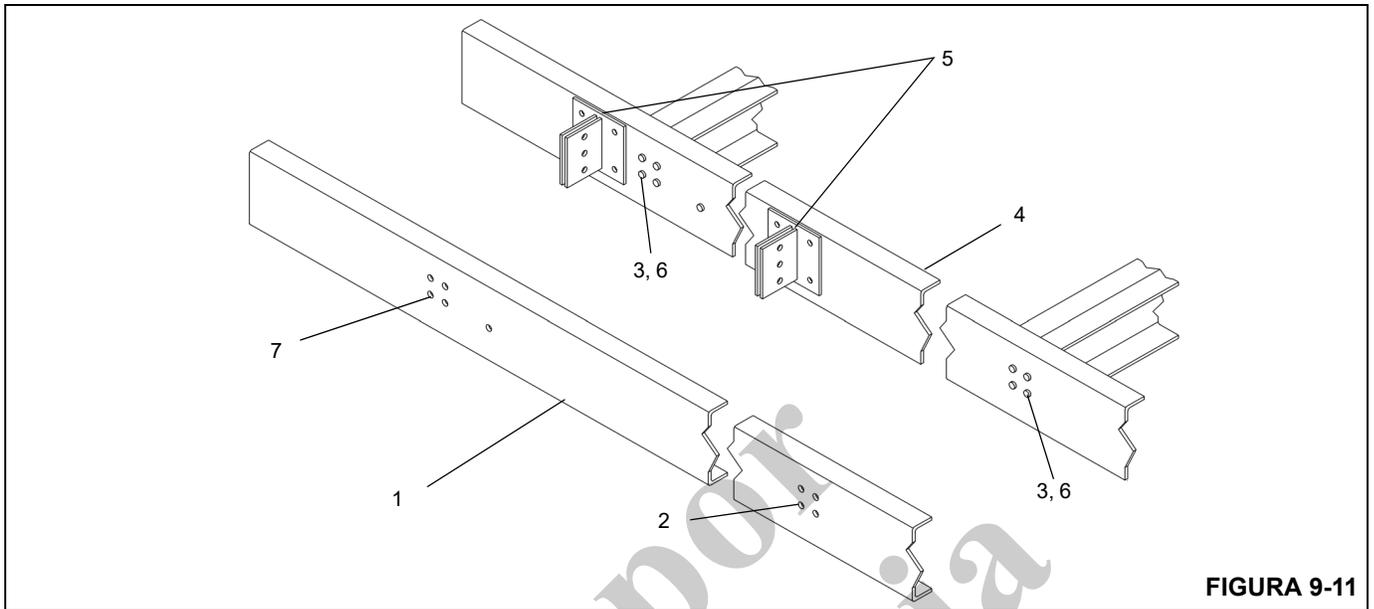

FIGURA 9-11
3. Si se utilizan remaches para asegurar las traviesas del chasis del camión. Coloque el refuerzo (1, Figura 9-11) en el chasis del camión (4) y fíjelo en su lugar con una abrazadera.
Retire el refuerzo (1) y recórtele agujeros para proporcionar espacio para los remaches (3) (Figura 9-11).
4. Si el refuerzo (1, Figura 9-11) se va a soldar al chasis del camión (4), quite los pernos de la traviesa (6).
6. Si es necesario usar un refuerzo empernado, fije el refuerzo (1, Figura 9-11) en su lugar con abrazaderas e instale los pernos de traviesa (6) que se retiraron previamente.